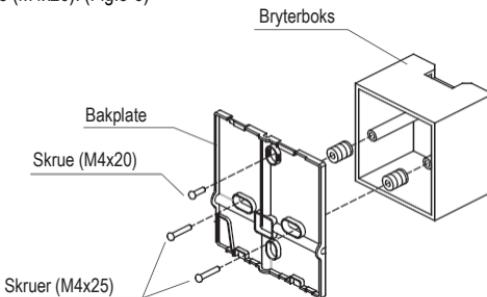

Fig 3-6
- For innebygd montering fester du bakplaten til bryterboksen med 2 skruer (M4x25) og fester den til veggen med 1 skrue (M4x20). (Fig.3-6)